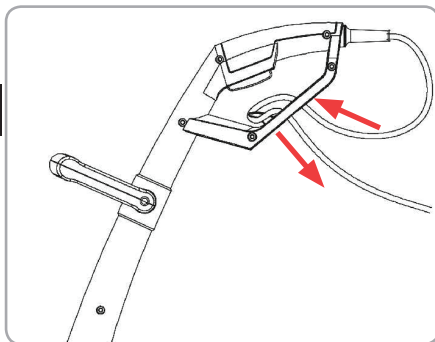

Fig.12
- Pentru a preveni tensionarea excesivă a cablului, dispozitivul de tuns iarba este prevăzut cu un sistem de reținere a cablului. Înainte de a porni, împingeți o buclă de cablu prin spațiul din mâner și fixați-l peste sistemul de reținere a cablului. **Fig 12**